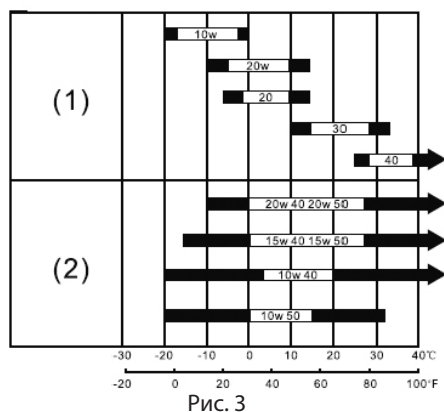

Рис. 3
- Отвинтите крышку (3) заливной горловины картера (1).
- Шкала вязкости масла для его выбора ( Рис. 3 ).